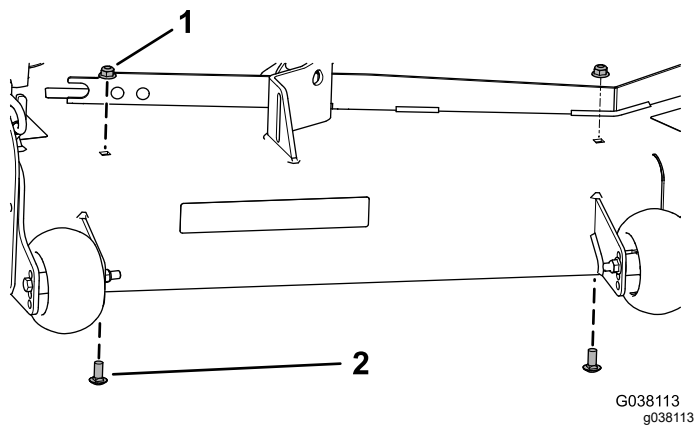

Bild 23
- Entfernen Sie die zwei vorhandenen Bundmutter (3/8") und zwei Schlossschrauben (3/8" x 7/8") vom Mähwerk (Bild 23).